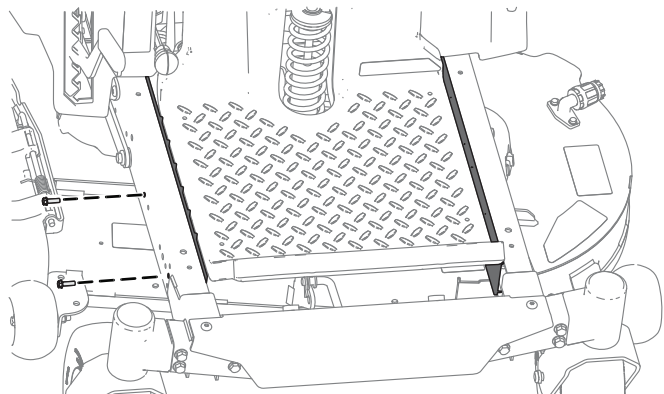

図 3
2. フレームの左右両側からガードを取り外す 図 3。
2. 2 ガードを取り外す (ページ 5) で外したガードを 図 3 のようにフレームに固定する。